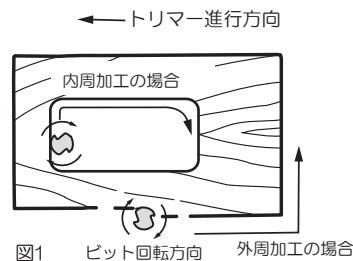

図1 ピット回転方向
7. 面取りなど材料の側面加工を行なう場合は、図1の矢印方向に本体を送り切削してください。